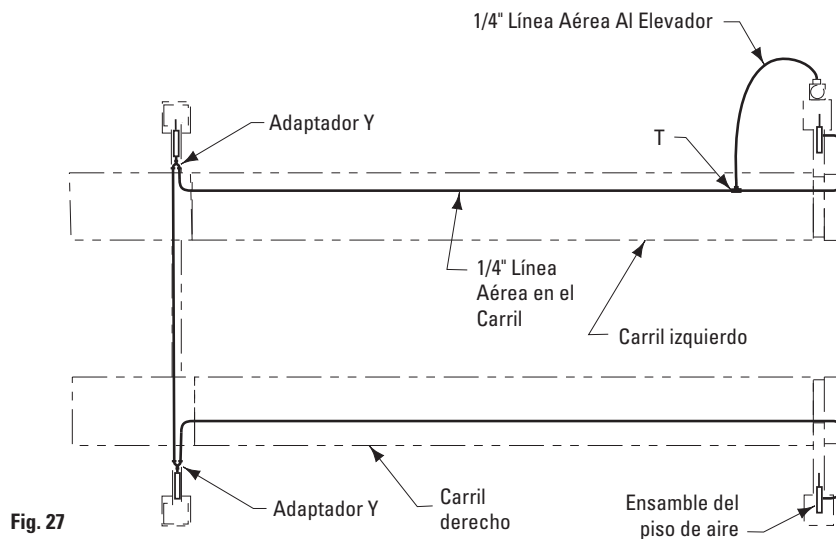

Fig. 27
- F. Coloque el adhesivo NP280 incluido ("ACCIONAR PARA LIBERAR LOS SEGUROS") en el soporte. Disponga una línea de aire de ¼" por la ranura del carril fijo. Corte la línea de aire y conecte a la Tee en el yugo delantero, Fig. 27. Esta línea de aire es para los pasadores de cierre.
- G. Coloque una línea de aire de 1/4" desde la Tee de la ranura del carril a través del agujero en el yugo trasero hasta el cilindro neumático, Fig. 27.